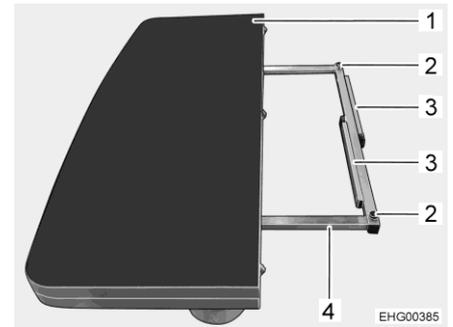

Fig. 95 Plateau de table, escamoté
- Déplier le cadre du plateau de table (Fig. 95,4).
- Rabattre la moitié du plateau de table (Fig. 95,1) et la déposer sur le cadre du plateau de table.
- Aligner si nécessaire la hauteur du plateau de table à l'aide des deux boutons rotatifs (Fig. 95,2).
- Déplier les deux pieds d'appui (Fig. 95,3).